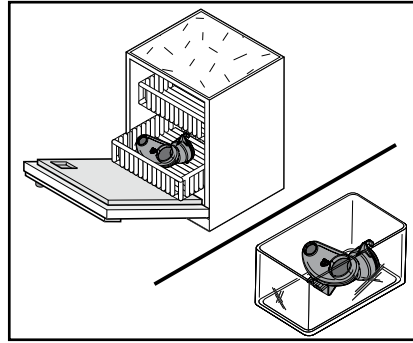

Fig. 29
- e. Rengør blandebeholderen og tætningsringen (fig. 29):